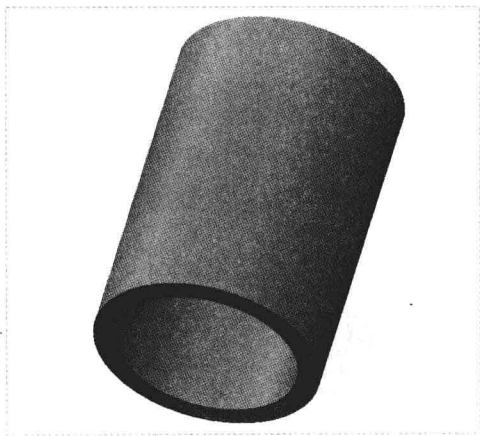

图 9-88 图形文件
Step 01 按【Ctrl+O】组合键,打开图形文件,如图 9-88 所示。